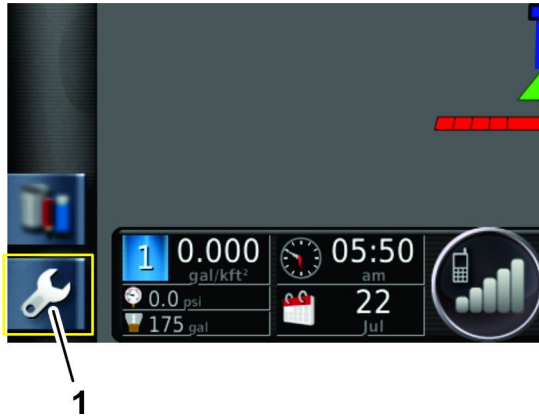

Figure 19
1. Appuyez sur l'icône CONFIGURATION sur l'écran principal (Figure 19).